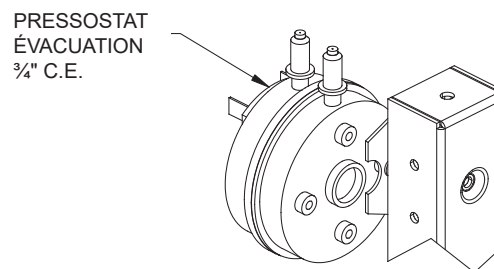

Figure 41. Pressostat
3. Pour réduire la pression du distributeur et réduire le rapport air/carburant, tournez la vis de réglage dans le sens horaire (vers le 1) (voir **Figure 41**). La réduction de la pression dans le distributeur réduit le pourcentage de CO₂ dans les gaz de combustion.